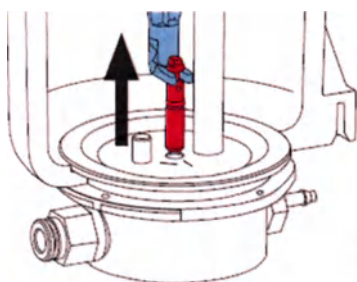

Рис.8
- Дозирующий ниппель вытянуть с помощью инструмента (рис.8)